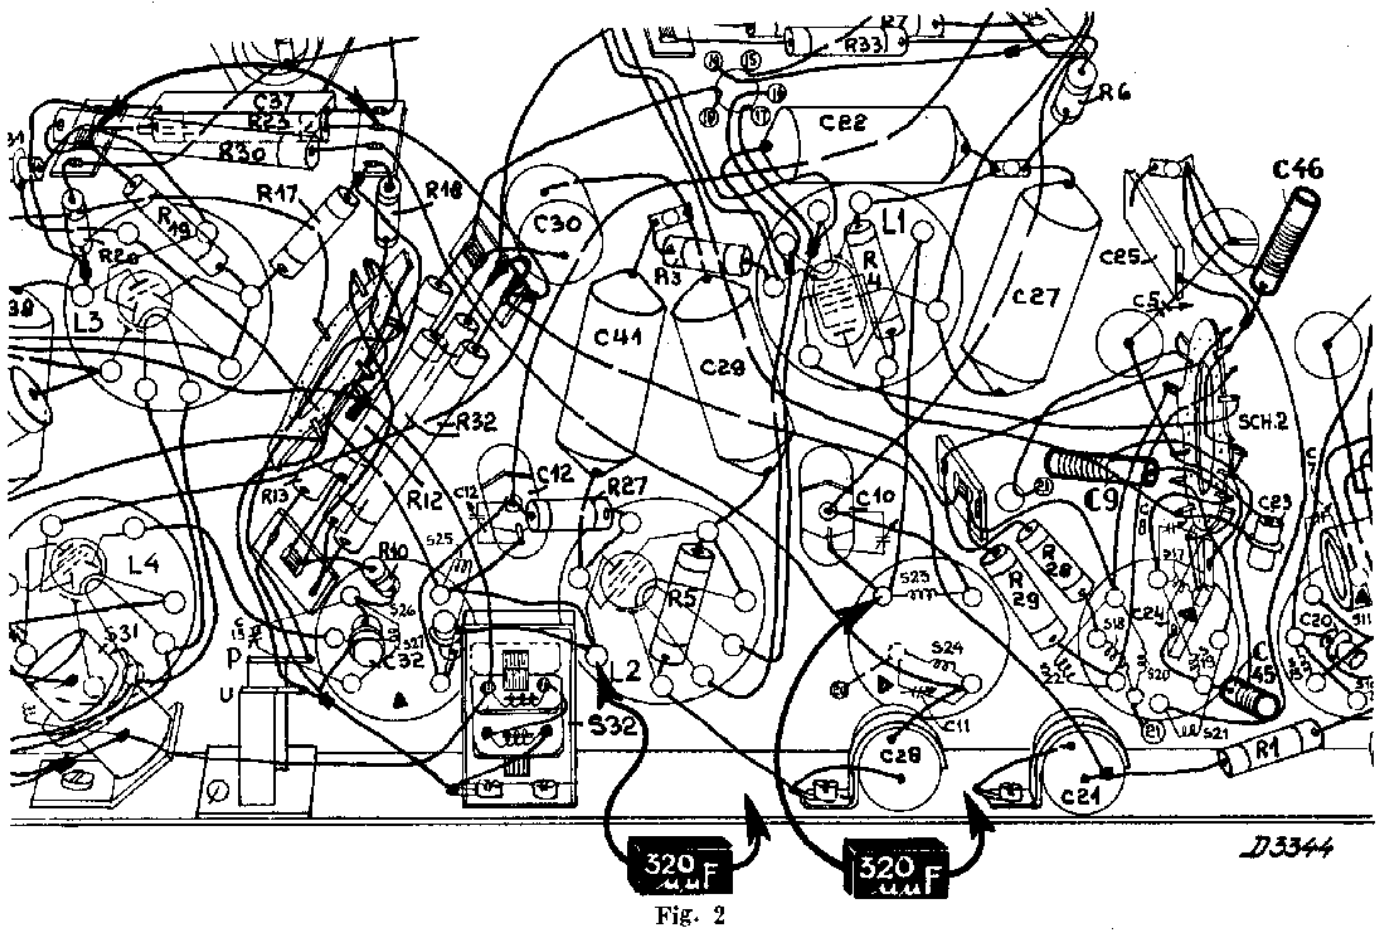

Fig. 2
2. Sluit R23 en R32 kort. (Fig. 2).
3. Verbind condensator van 320  $\mu\mu\text{F}$  tusschen anode L2 en chassis. (Fig. 2).
8. Maak condensator van 320  $\mu\mu\text{F}$  los en verbind deze met plaat L1 en chassis. (Fig. 2).
13. Nu C46 afregelen, zoodat een maximum output verkregen wordt. (Fig. 2).
10. C9 bijregelen, tot maximum output verkregen wordt (Fig. 2).
18. C45 afregelen, tot maximale output verkregen wordt (Fig. 2).